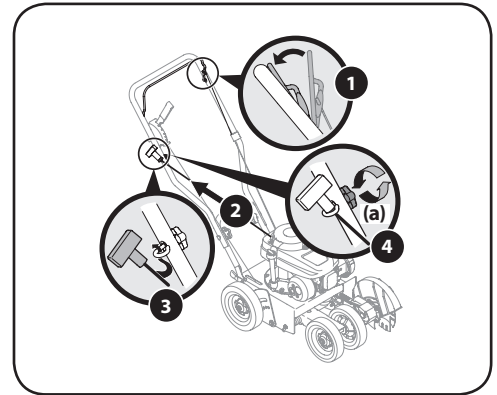

Figura 3-5
1. Párese detrás de la unidad y sostenga el control de la cuchilla contra la barra superior. Véa la Figura 3-5.
NOTA: La cuerda de arranque no se separa del motor a menos que el control de la cuchilla (consulte la Figura 3-5) esté presionado contra la barra superior.